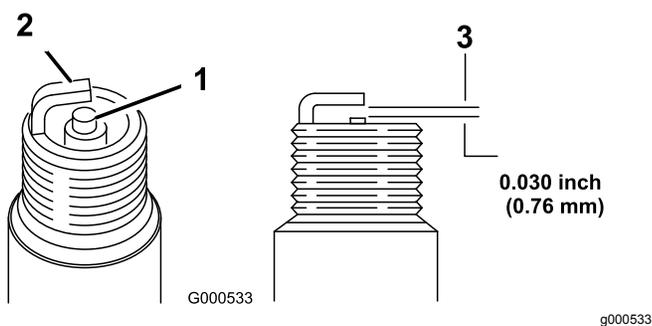

Figura 32
5. Ajuste la distancia entre los electrodos a 0,76 mm; consulte Figura 32.